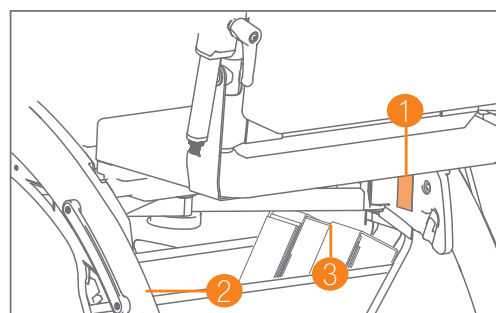
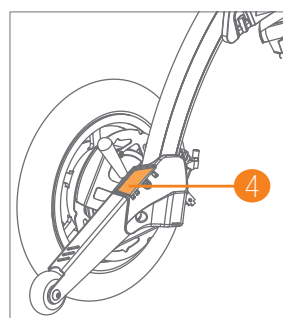
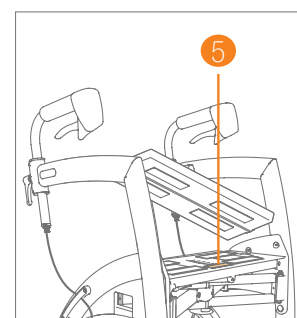

Figure 84: Emplacement des étiquettes et autocollants sur Rollz Motion Electric.
Figure 86: Autocollants de roue libre sur les aides anti-basculement.
Figure 85: Retirez le coussin pour voir l'étiquette du produit sur le siège.
12. Veillez à ce que le Rollz Motion Electric affiche l'étiquette du produit et les autocollants pour un fonctionnement sûr et la conformité aux normes réglementaires (**Figure 84, Figure 85, Figure 86**).
Ne retirez, ne couvrez, ni n'obstruez aucune étiquette ou autocollant sur l'appareil et la batterie, car ces éléments contiennent des informations vitales que les utilisateurs et le personnel de maintenance utilisent pour faire fonctionner l'appareil en toute sécurité (**Figure 84** and **Figure 85**). Modifier ou masquer des étiquettes peut entraîner une mauvaise utilisation, un risque accru de dysfonctionnement, ou l'annulation des garanties et des normes réglementaires.
Enregistrez votre produit auprès de Rollz International en remplissant le formulaire en ligne sur www.rollz.fr. Assurez-vous d'entrer le numéro de série de votre Rollz Motion Electric. Ce numéro se trouve sur l'autocollant situé sur le siège (**Figure 86**). Lors de l'enregistrement, vous pouvez également vous inscrire à une newsletter par e-mail pour rester informé des actualités produits de Rollz.